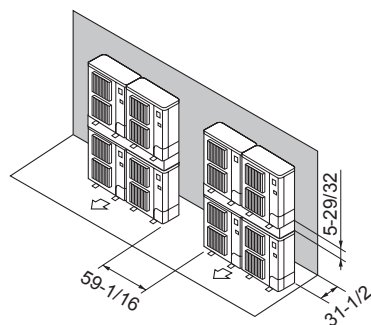

Fig. 2-18
- ⑦ Disposition pour appareils empilés (Fig. 2-18)